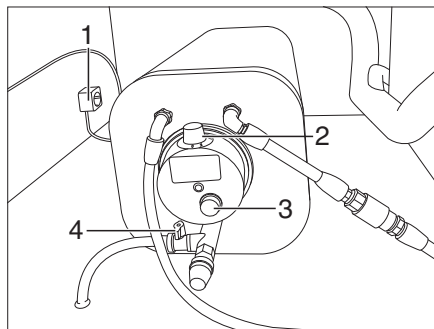

Bild 177 Boiler
- Rotes Entleerungsventil (Bild 177,4) schließen.
- Boiler an der 230-V-Steckdose (Bild 177,1) einstecken.
- Boiler einschalten (Bild 177,2).
Die rote Kontroll-Leuchte (Bild 177,3) am Boiler leuchtet.
- Thermostat (Bild 177,2) laut Herstellerangaben einstellen.
- Rotes Entleerungsventil (Bild 177,4) öffnen.